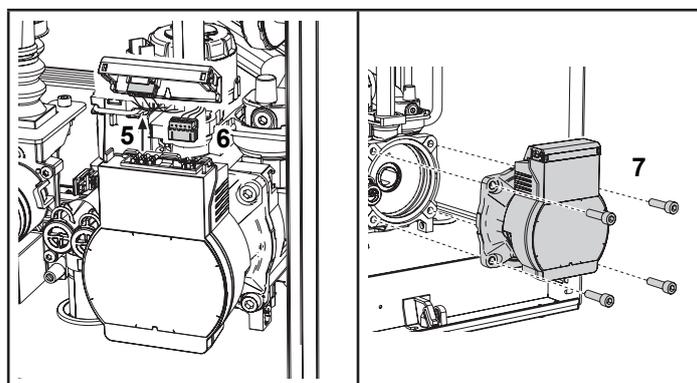

fig. 52 - Sostituzione/manutenzione circolatore della pompa di calore
- Svitare e togliere il gruppo motore del circolatore ("7" di fig. 52.) e togliere il circolatore.